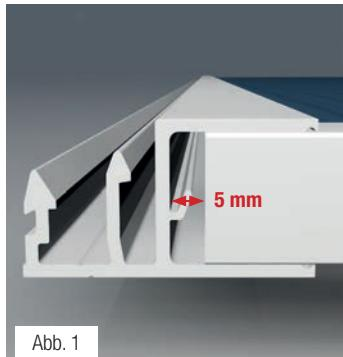

Abb. 1
2. Die Zevener Sprosse **3** wird auf die Längsseiten der vorbereiteten Stegplatten **6** aufgestülpt. Beachten Sie bitte dabei, dass die Platte 5 mm Abstand (Abb. 1) zum Verlegeprofil behält. Achten Sie darauf, dass das Profil seitenverkehrt mit der gegenüberliegenden Seite aufgedrückt wird, damit Sie später die Profile ineinander „klippen“ können. Die Platten müssen unbedingt mit der UV-geschützten Seite nach oben verlegt werden. (**Polycarbonat hat einen einseitigen UV-Schutz**)